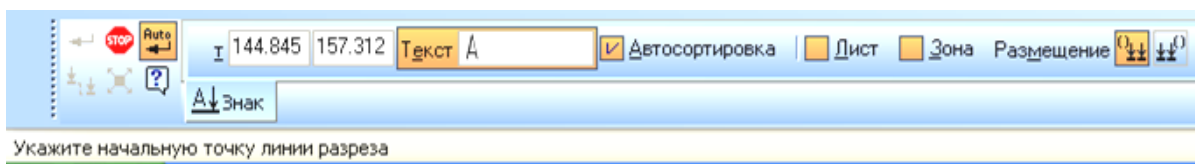

Рис. 3.54. Панель Свойств команды Линия разреза
4. На чертеже определяют место начала и конца секущей плоскости и выбирают направление взгляда. Буквенное обозначение секущей плоскости можно ввести в окне Текст при отключенной Автосортировке (рис. 3.54).